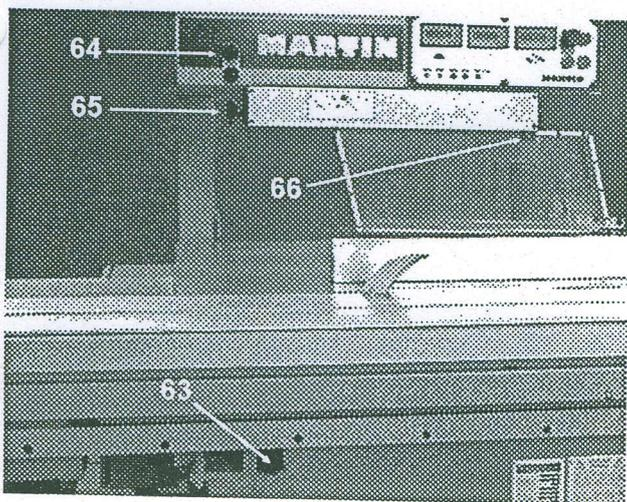

Bild 5.23
- Die Schutzhaube kann mit ihrem Tragarm für spezielle Arbeiten ca. 30 cm nach rechts verschoben werden. Hierzu den Arretierhebel 63 (Bild 5.23, nächste Seite) anheben und die Haube mit Tragarm verschieben.
- Zum Verschieben der Schutzhaube vor und zurück den Knopf 64, (Bild 5.23) herunterdrücken.
- Zum Wechsel der Schutzhaube die Sternschraube 65 (Bild 5.23) lösen.
- Die andere Schutzhaube auf die vordere Halterung 66 (Bild 5.23) stecken, hochschwenken und die Sternschraube 65 wieder anziehen.